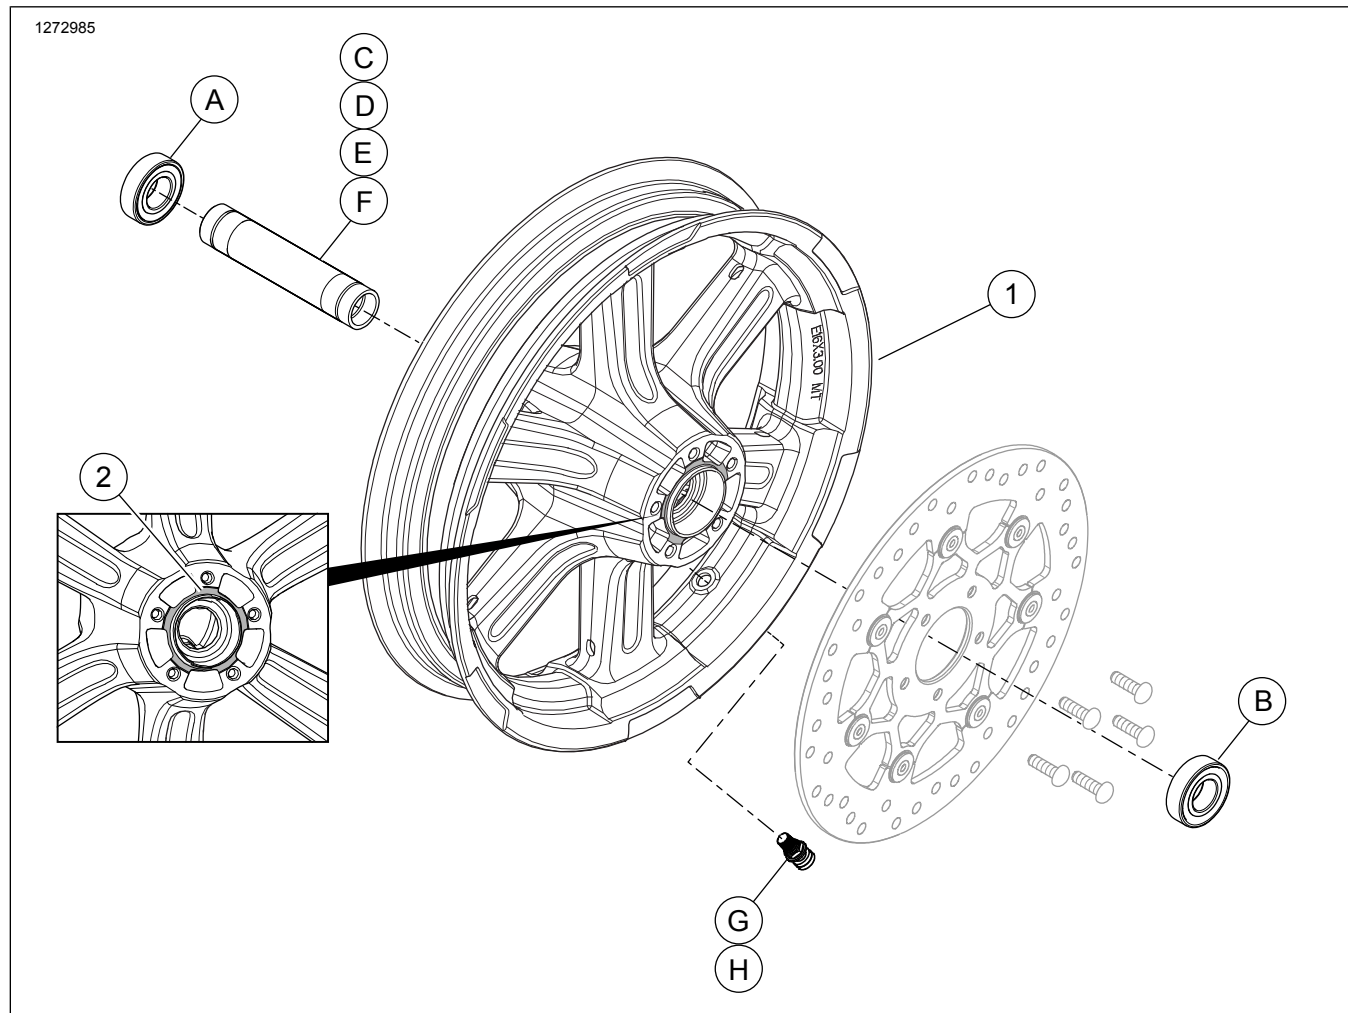

図2。交換用パーツ: フロントホイールキット
このキットにはカスタムホイールのみが付属します。キット内容については「図2」および「表3」を参照してください。
2. 「図2」を参照。バルブステムアッセンブリーをホイールに取り付けます。サービスマニュアルを参照してください。